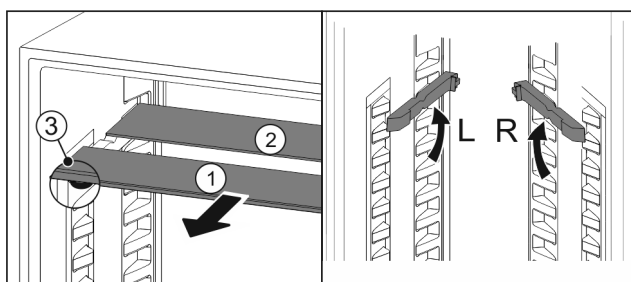

Fig. 82
- ▶ Wyciągnąć Fig. 82 (1) pojedynczo półki szklane do przodu.
- ▶ Płyta szklana Fig. 82 (1) z listwą ozdobną znajduje się z przodu.
- ▶ Stopery Fig. 82 (3) wskazują w dół.